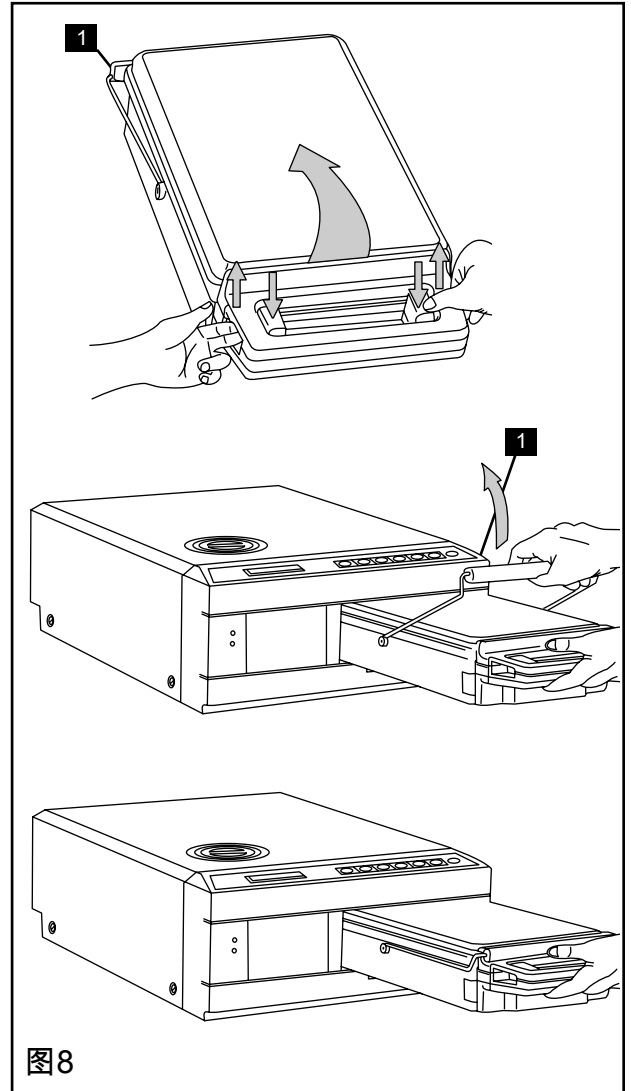

图8
1. 如图8所示，一只手握住灭菌盒手柄，另一只手提起灭菌盒提手。